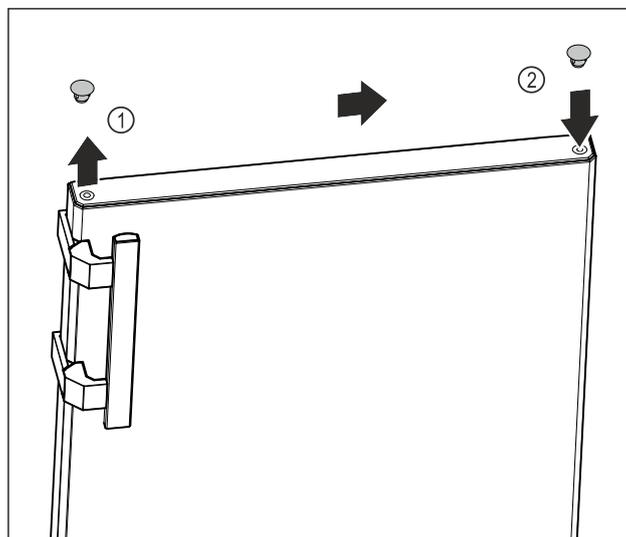

Fig. 13
- ▶ Levantar con cuidado el tapón de la tapa del lado superior de la puerta Fig. 13 (1) con el destornillador plano.
- ▶ Insertar el tapón de la tapa en el lado opuesto. Fig. 13 (2)